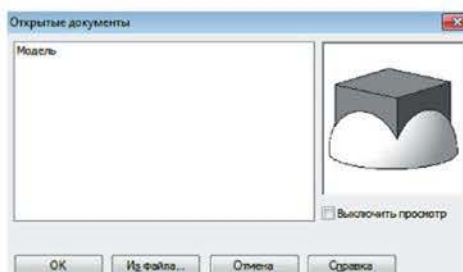

Рисунок 6.21 Открытие документа «Модель»
1) Создать чертеж формата А4. На панели инструментов *Виды* выбрать *Стандартные виды* . Открыть документ «Модель» нажатием кнопки ОК (рисунок 6.21).